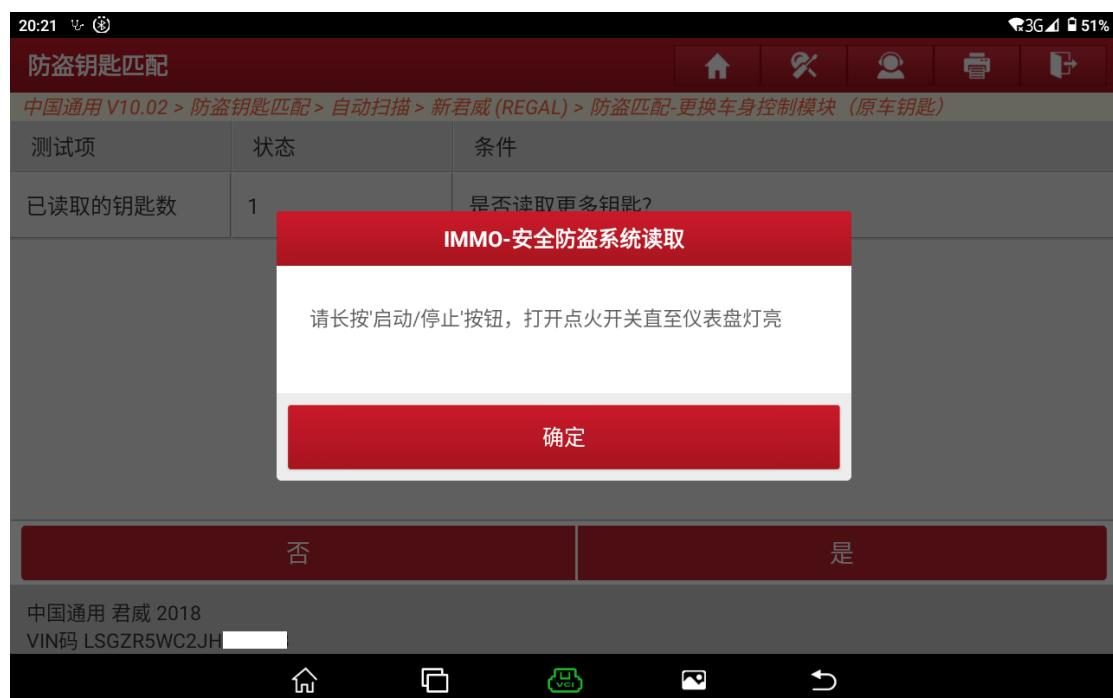

图 30
30. 请长按启动/停止按钮，打开点火开关直至仪表盘灯亮，如图 30。